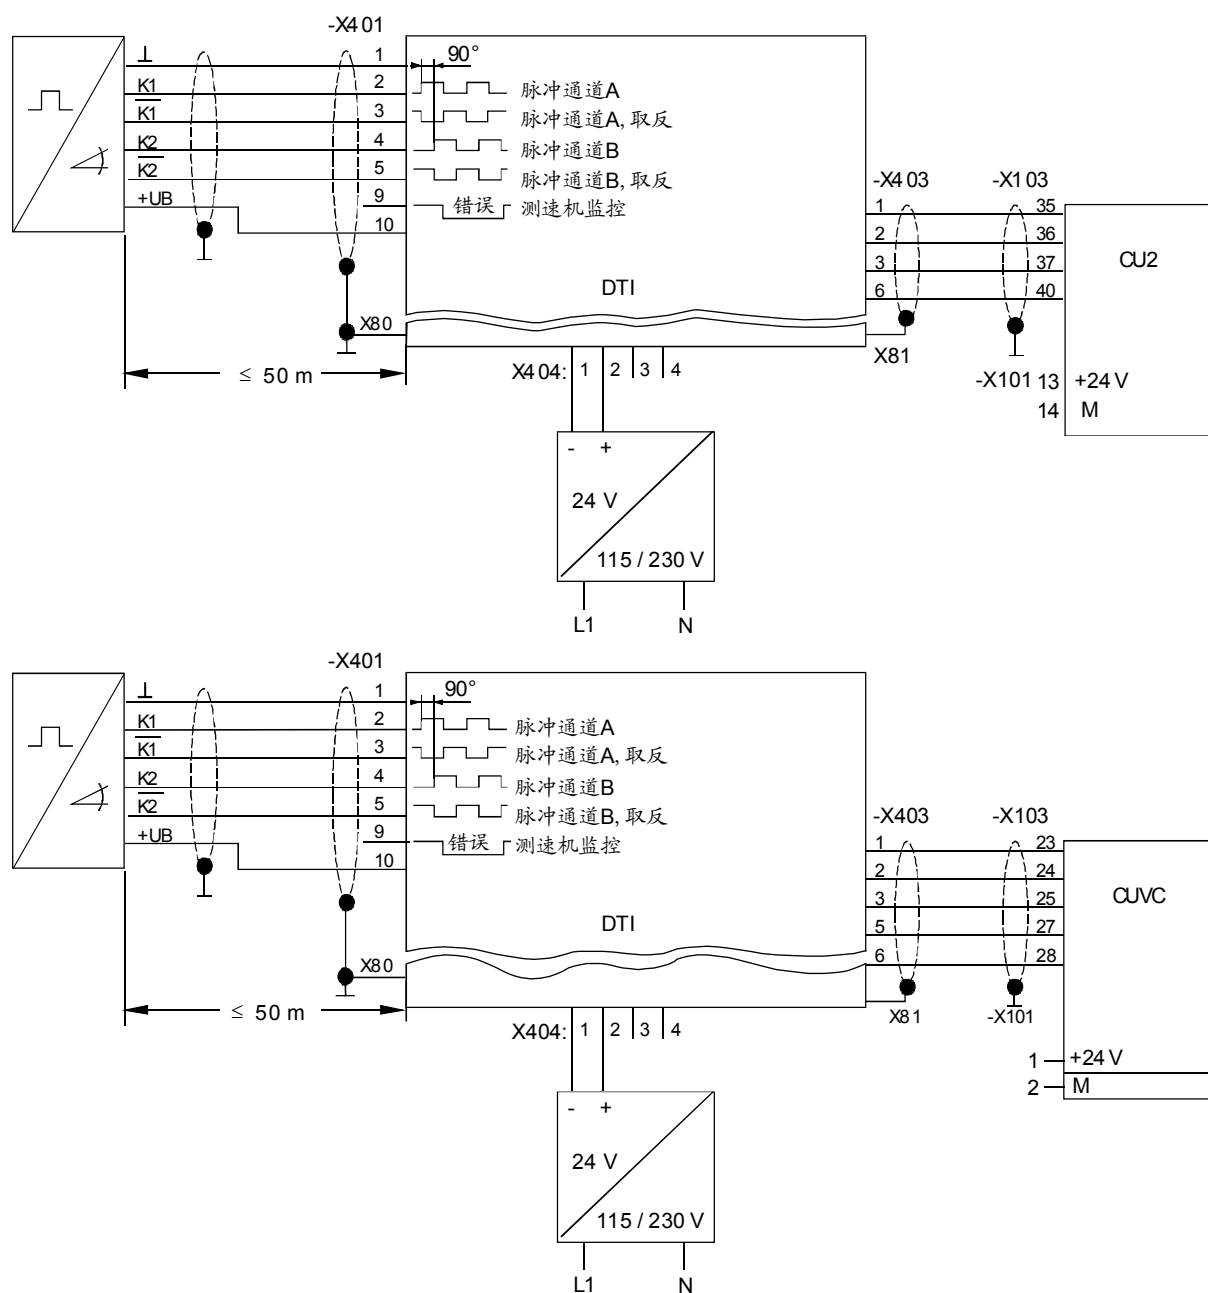
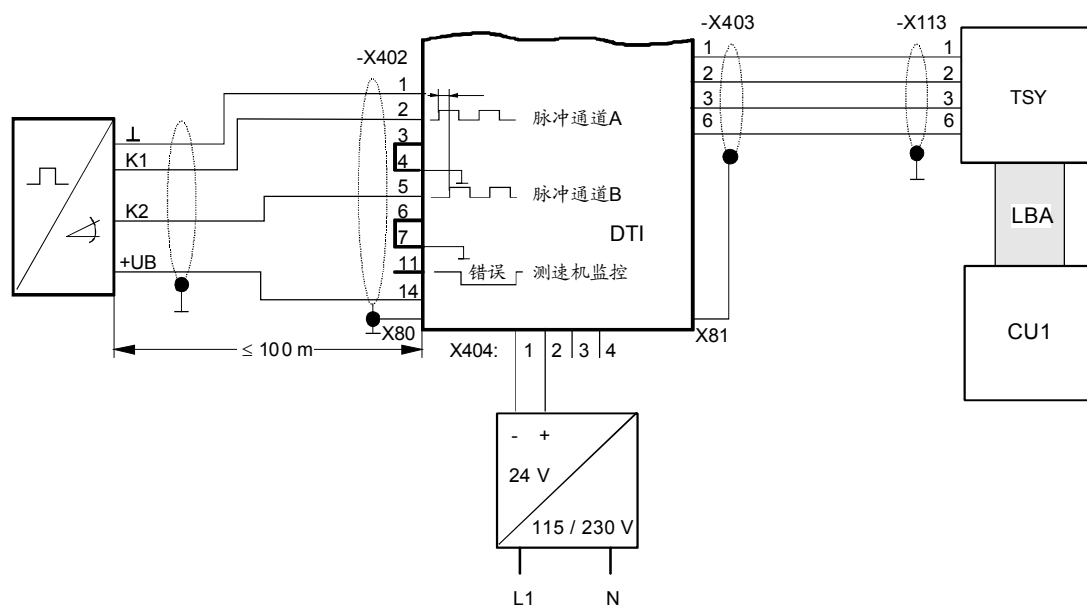

图2 用于 SIMOVERT VC 的带有取反脉冲通道的 TTL 测速机 (类型 H0G9, Hübner 公司, 柏林) 和外部电源
图3 用于 SIMOVERT FC 的带有差动通道的 HTL 测速机 (类型 H0G9, Hübner 公司, 柏林)
如在 HTL 编码器时, 不使用取反信号, 则这些输入应在 X402 上同参考电位(M 测速机)接在一起(见图 3)。
- 确定和检查同变频器的接线(参考图 2 和图 3)